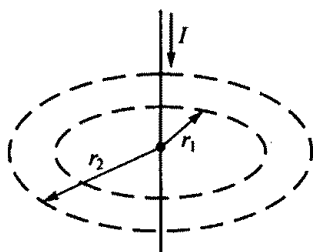

Рис. 41
2.5. Каково при известном токе I соотношение между магнитодвижущими силами F_1 и F_2 вдоль concentрических окружностей соответственно с радиусами r_1 и r_2 , показанных на рис. 41?
2.6. Какое соотношение магнитной индукции B и напряженности магнитного поля H справедливо для магнитных силовых линий с радиусами r_1 и r_2 , показанных на рис. 41?